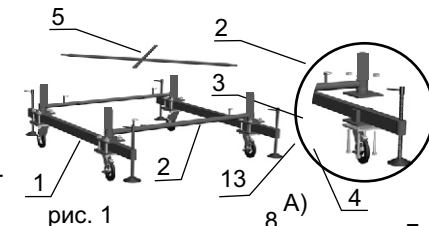

рис. 1
- Установить две балки базы (1) на винтовые домкраты. При помощи комплекта крепежа колес (12), к гантели базы (2) присоединить поворотные колеса (4) и нижние опоры базы (3) (рис. 1 А).
- Установить гантель базы флажковыми замками внутрь. На верхние флажковые замки гантели базы, установить стяжки базы (5) (рис. 1). При помощи винтовых домкратов выровнять вышку по горизонтали.